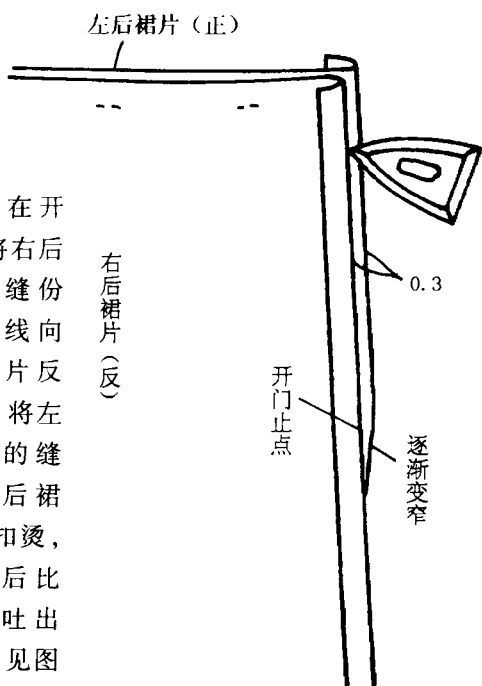

图2-6
6. 在开门处,将右后裙片的缝份沿车缝线向右后裙片反面扣烫,将左后裙片的缝份向左后裙片反面扣烫,但扣烫后比车缝线吐出0.3cm。见图2-6。